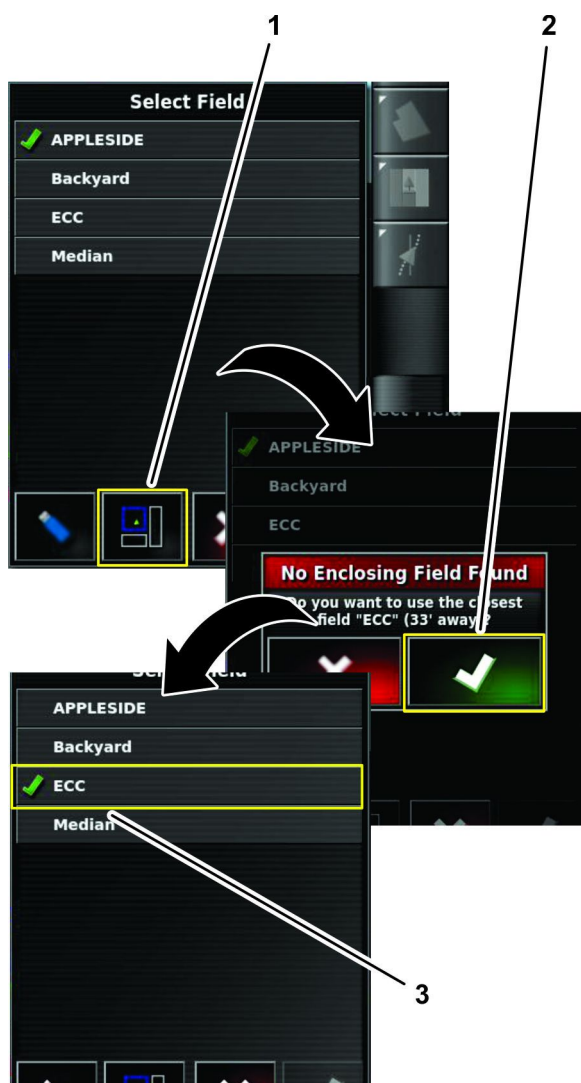

Bild 37
1. Tippen Sie in der Liste der auszuwählenden Felder auf das Symbol Nächstgelegene GPS-Feldgrenze (Bild 37).
2. Tippen Sie auf das Bestätigen-Symbol (Bild 37).